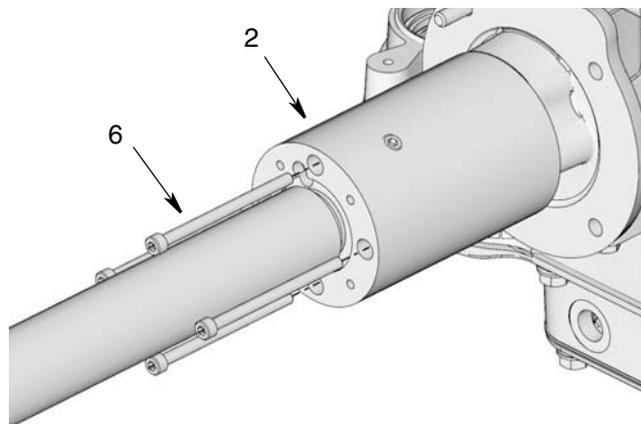

Рис. 22
9. Выкрутите винты (6) из переходника насоса (2) (Рис. 22).